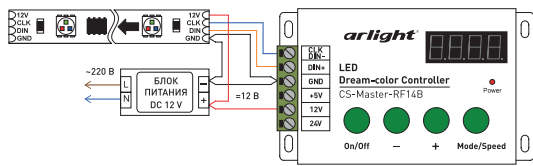

Рис. 1. Подключение контроллера при длине между контроллерами и лентой до 10 м.
- 3.3. Подключите контроллер согласно схеме на Рис. 1. Если подключаемая лента не имеет входа тактирования «CLK», выход контроллера «CLK/DIN» не подключается. Учитывайте направление передачи сигнала, обозначенное на ленте стрелкой.